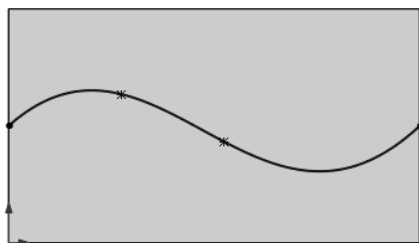

图 4-45 前视零件实体模型草图
- [2] 在零件实体模型前面上绘制草图, 前视零件实体模型草图如图 4-45 所示。